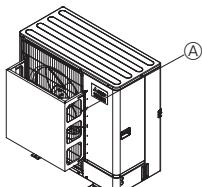

Fig. 2-3
- Zainstalować opcjonalną kierownicę powietrza w przypadku, gdy jednostka zewnętrzna jest zainstalowana w miejscu, w którym silny wiatr, np. tajfun, może bezpośrednio działać na wylot powietrza. (Fig. 2-3).